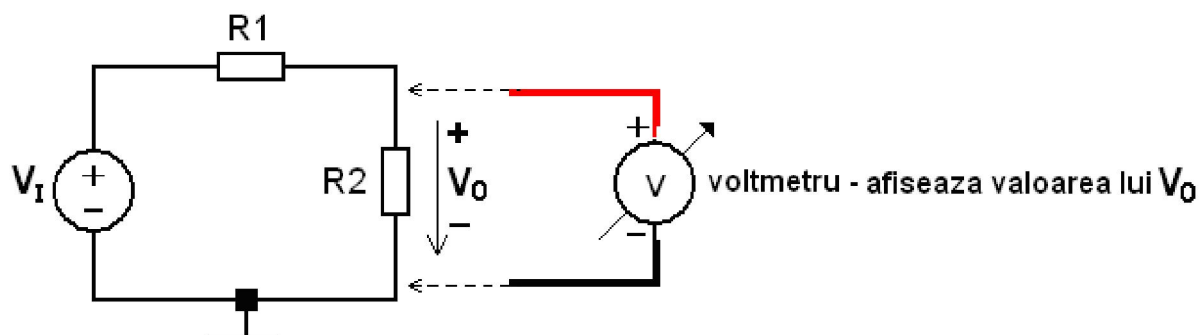

Figura 1. Divizorul rezistiv de tensiune.
Structura acestui circuit este prezentată în Figura 1.
5. Se realizează pe placa de test un divizor rezistiv de tensiune, așa cum este indicat în circuitul din Figura 1 (momentan, voltmetrul nu se introduce în circuit). Sursa de tensiune V_I din figură reprezintă sursa de alimentare; firul de alimentare, care este conectat la borna + a sursei de alimentare, se va conecta la terminalul stâng al rezistorului **R1**, iar firul de alimentare, care este conectat la borna - a sursei de alimentare, se va conecta la terminalul de jos al rezistorului **R2**.
10. Se introduce voltmetrul în paralel cu rezistorul **R2** (așa cum este indicat în Figura 1, cu testerul care este conectat la borna + a voltmetrului la terminalul de sus al rezistorului **R2**) și se citește de pe ecranul aparatului de măsură valoarea tensiunii continue V_O , obținută la ieșirea divizorului. Valoarea măsurată se trece în Tabelul 1, în coloana $V_{O_MASURAT}$.
Se editează circuitul din Figura 1, compus din sursa de tensiune continuă V_1 și cele două rezistoare. Modul în care se realizează editarea circuitului este precizat în Anexa 2. Introducerea componentelor se realizează parcurgând următorii pași: